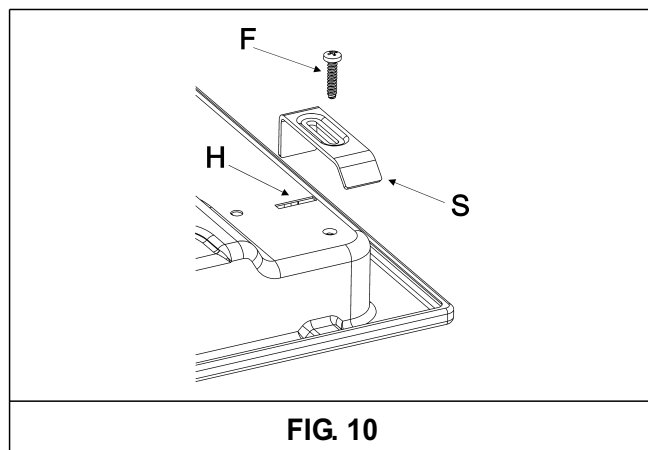

FIG. 10
- Fixe-o através das respectivas abraçadeiras "S", tendo o cuidado de introduzir a parte saliente na abertura "H", localizada no fundo, e aparafusando o parafuso "F" até bloquear a abraçadeira "S" no tampo (ver fig. 10).